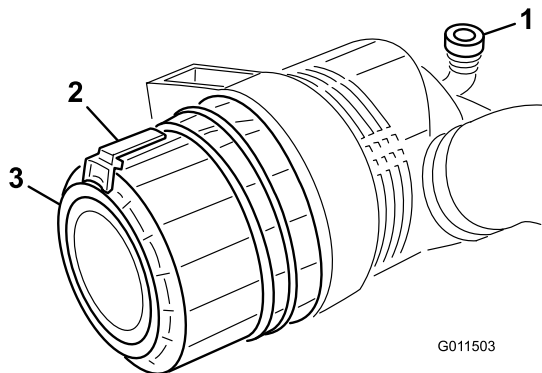

Bild 54
1. Ziehen Sie den Riegel nach außen und drehen Sie die Luftfilterabdeckung nach links (Bild 54).